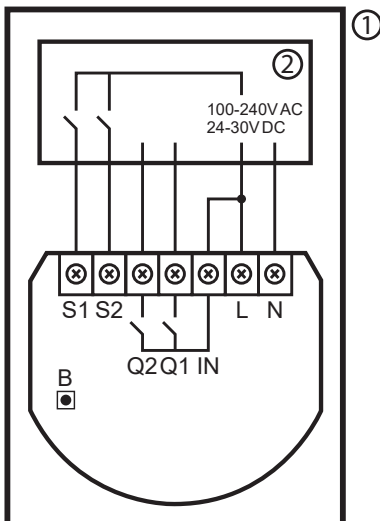

Abbildung 1: Beispielhafter Anschluss von DoubleSmart-Control
2. Verbinden Sie wie in Abbildung 1 unten gezeigt.